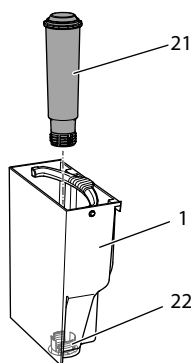

Рис. 15: Завинчивание и отвинчивание фильтра для воды
- Снимите фильтр для воды (см. Рис. 15 на стр. 274).
9. Вставьте новый фильтр в контейнер для воды (см. *Рис. 15*).
3. Извлеките фильтр для воды (см. Рис. 15).